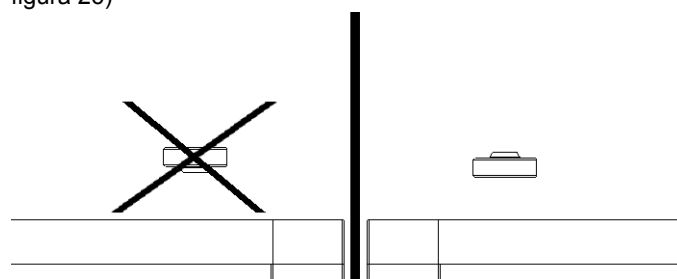

figura 26
- 7 Rimontare il galleggiante, avendo cura di rispettare l'orientamento indicato in figura, e la forcella di fissaggio. (vedere figura 26)